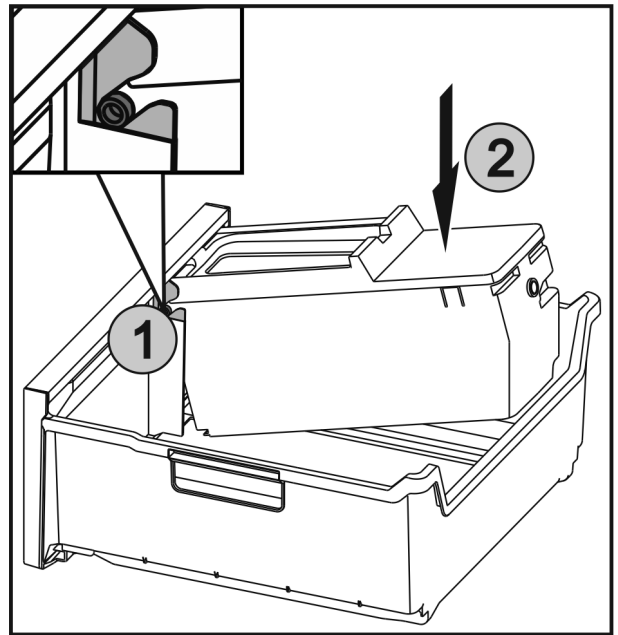

Fig. 50
- ▶ Insérer les axes Fig. 50 (1) sur l'EasyTwist-Ice dans les guides et appuyer sur le côté arrière Fig. 50 (2) jusqu'à ce que la languette s'enclenche.